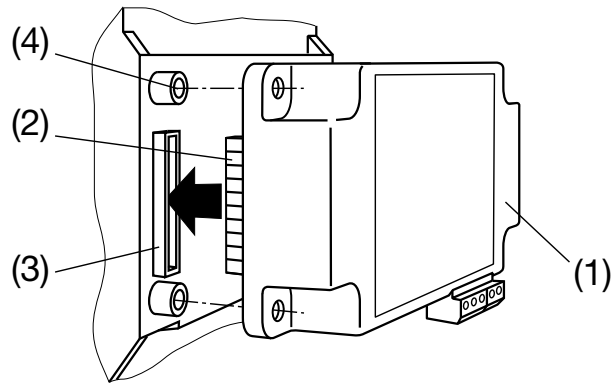

Fig. 1
Embrocher simplement le module complémentaire (1) à l'arrière de l'instrument de base (Fig. 1) tout en veillant à faire correspondre la fiche (2) et la prise (3).